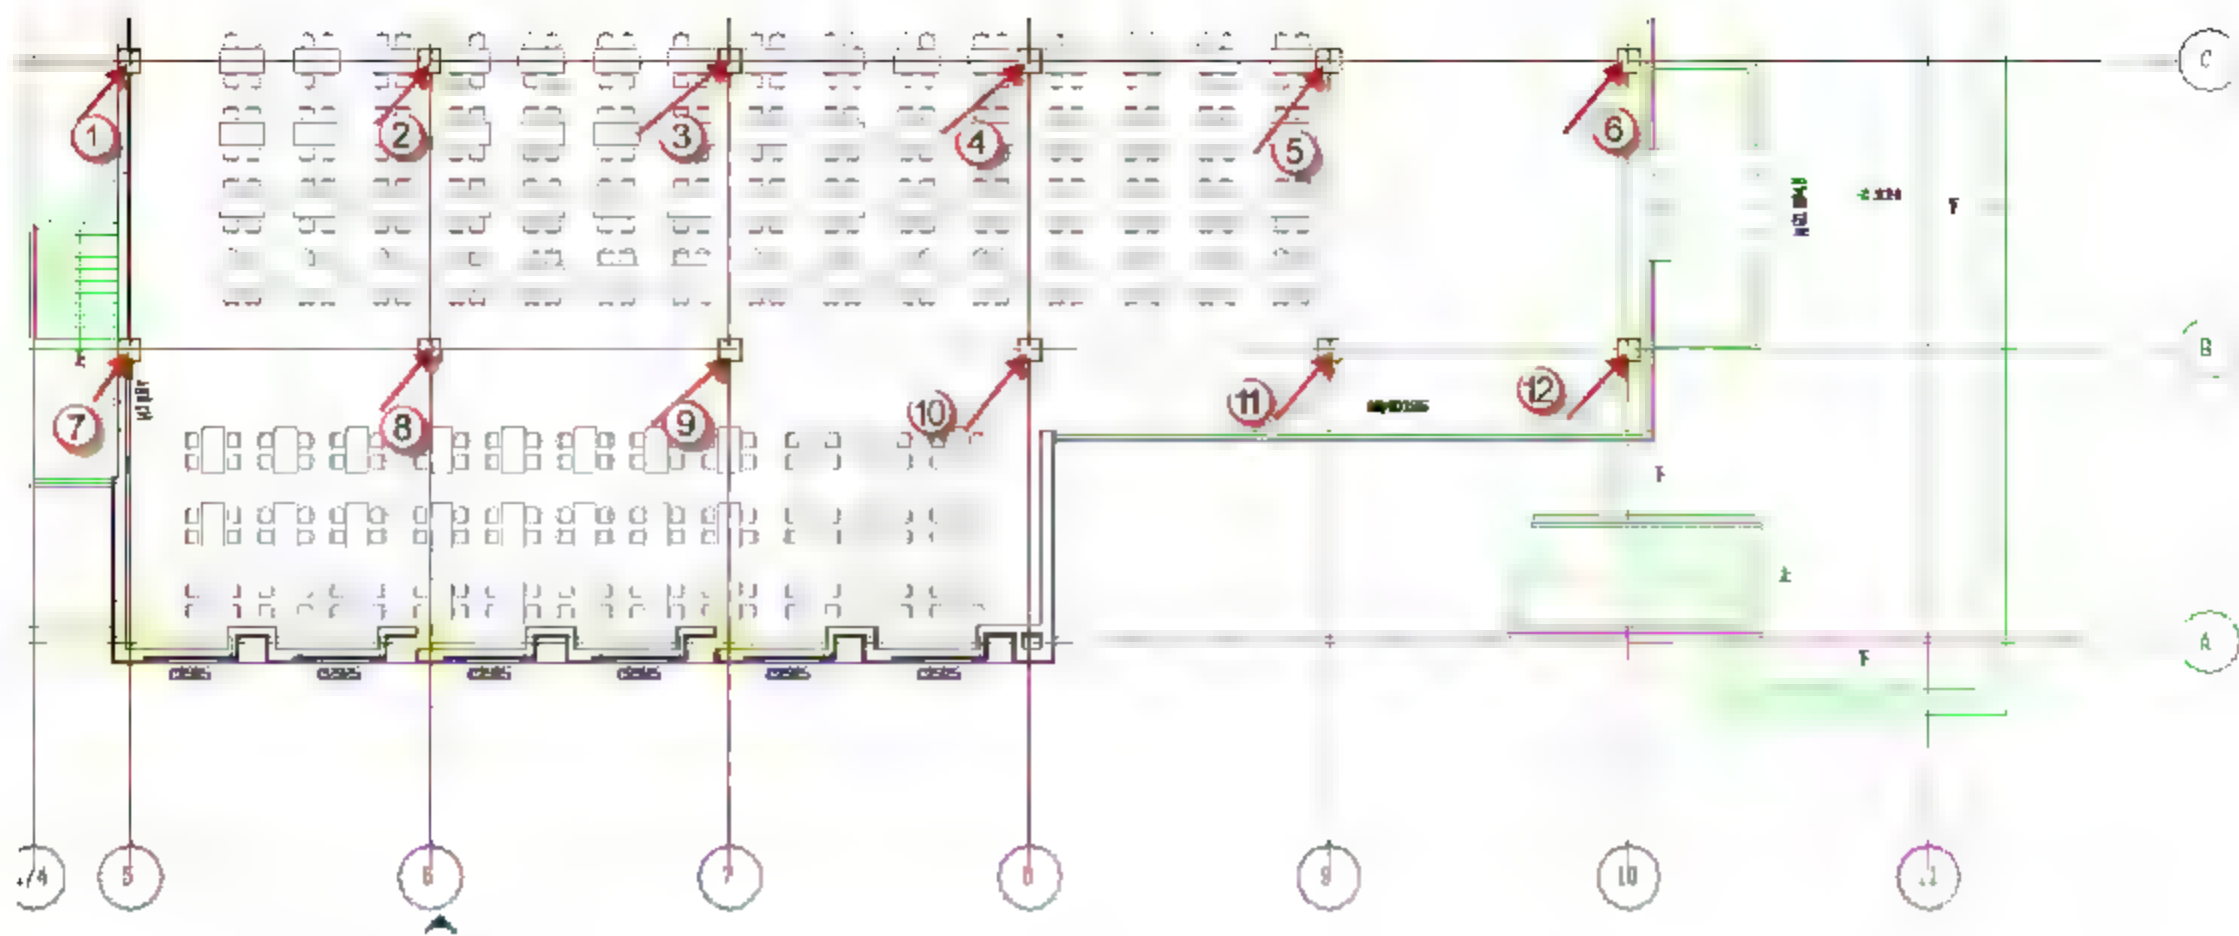

图 10.2.63 “600\*600” 矩形柱的绘制部分对齐点
(6) A 轴到 C 轴和 6 轴到 11 轴之间“600\*600”建筑柱的绘制。将光标对准如图 10.2.63 所示的对齐点，再单击对齐。完成后可以按 Esc 键退出，这样就完成了所有“600\*600”建筑矩形柱的绘制。